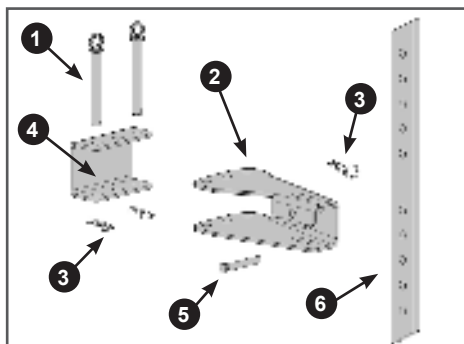

Рис. 20 Установка сошника
9. Установите кронштейн сошника. Совместите отверстия в заднем кронштейне 4 рамы и кронштейне 2 сошника и вставьте пальцы 1 (Рис. 20). Зафиксируйте пальцы шплинтами 3 (Рис. 20).
10. Установите сошник. Вставьте сошник 6 в отверстие в кронштейне 2 сошника, совместите нужное отверстие в сошнике с отверстием в кронштейне, вставьте палец 5 и зафиксируйте палец шплинтом 3 (Рис. 20).